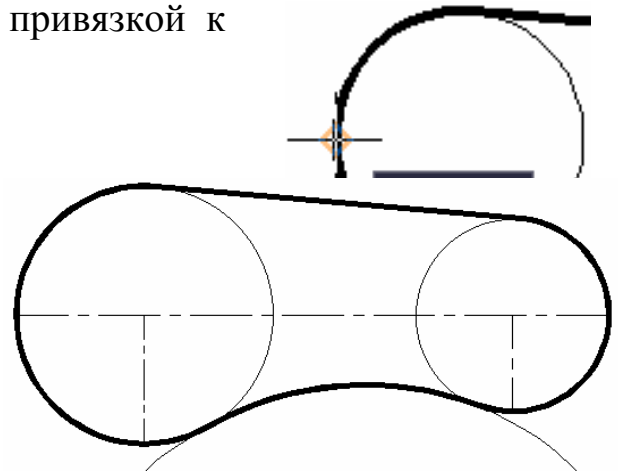

Рис. 2.17
- b) вертикальные оси – с привязкой от центров окружностей вниз до квадрантов (рис. 2.17).